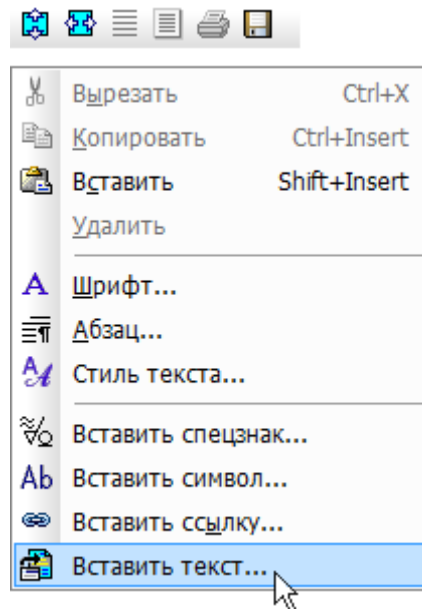

Рисунок 73.
- Чтобы открыть файл текстовых шаблонов, щелкните на поле ввода правой кнопкой мыши и выполните из Контекстного меню команду Вставить текст (рис. 73).